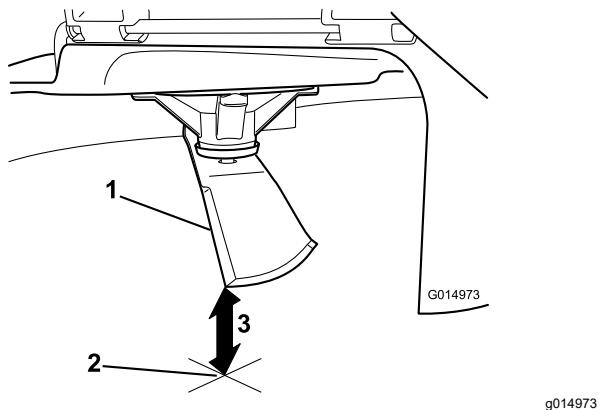

Figura 73
- Mida desde la punta de la cuchilla hasta la superficie plana (Figura 73).